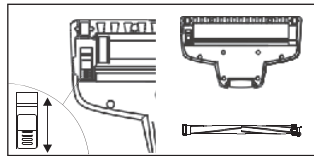

Abb. 3
- In der Bürste (8) die Verriegelung (6) verschieben, die Welle (22) einsetzen und mit der Verriegelung (6) verriegeln - **Abb. 3**. **ACHTUNG Verwenden Sie den Vertikalstaubsauger nicht ohne die Rolle (22) in der Bürste (8).**